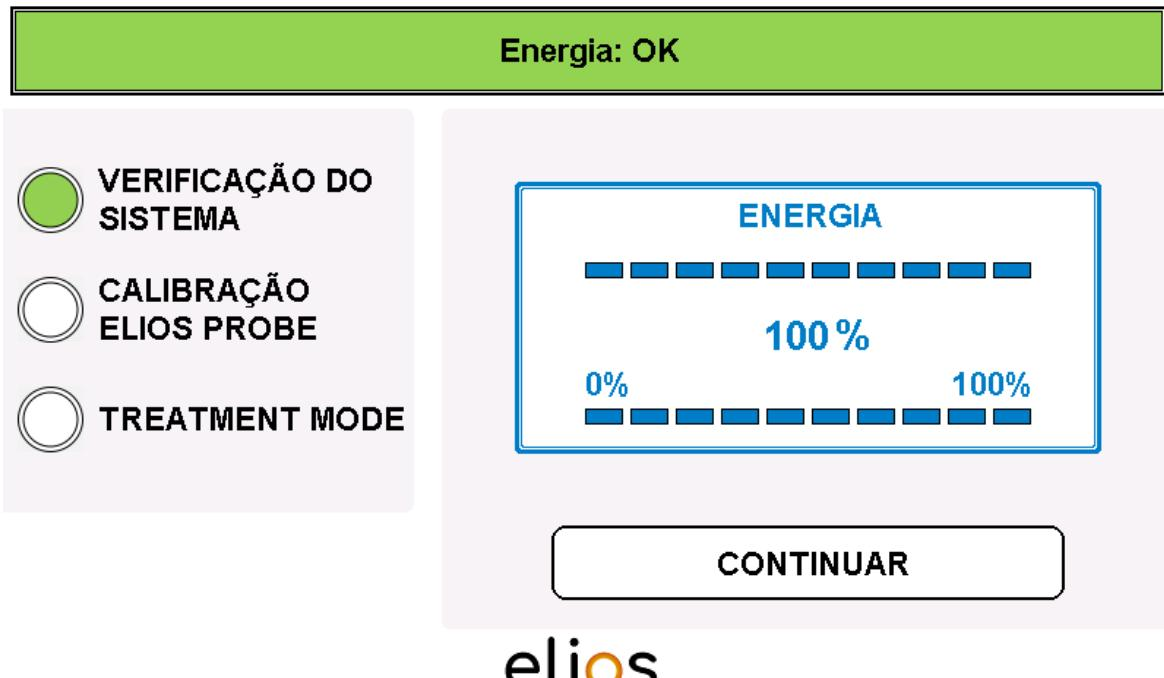

Fig. 4-3: Controlo de energia interno
- Assim que libertar o pedal, pressione o botão "**CONTINUAR**" para passar à CALIBRAÇÃO DA SONDA ELIOS (Fig. 4-3).